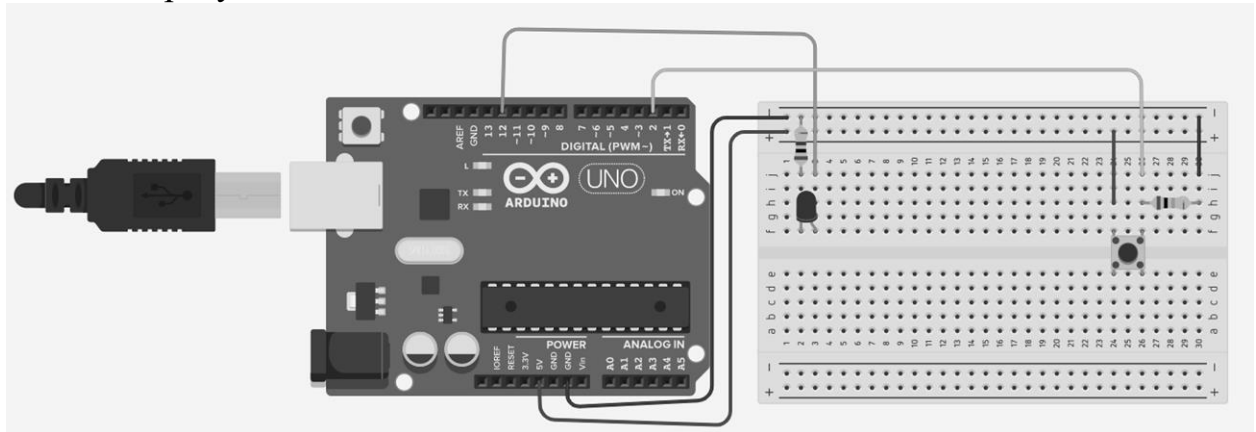

Рис. 4.29 Схема керування світлодіодом за допомогою кнопки
Ще раз звернемося до схеми на Рис. 4.29. Доки кнопка не натиснута на контакті D2 "висить" LOW, а в той момент, коли контакти змикаються рівень напруги на ньому підніметься до HIGH.
- 5) Зібрати макет, що відображено на рис. 4.29 .